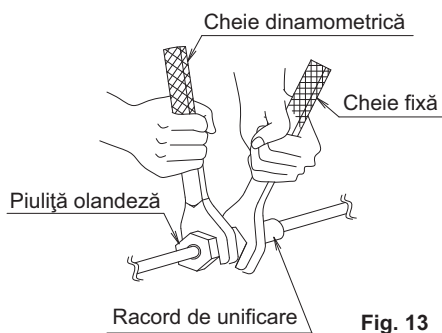

Fig. 13
- Când racordați tubulatura la instalația de aer condiționat, aveți grijă să utiliza o cheie fixă și o cheie dinamometrică așa cum este prezentat în Fig. 13. Pentru dimensiunea piesei mandrinat consultați Tabelul 1.